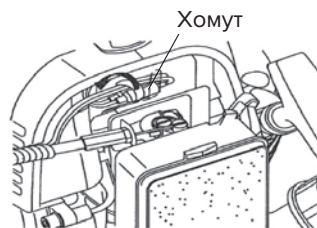

Рис. 3d
8. Зажмите и зафиксируйте провода выключателя и соединители с помощью хомута (рис. 3d).